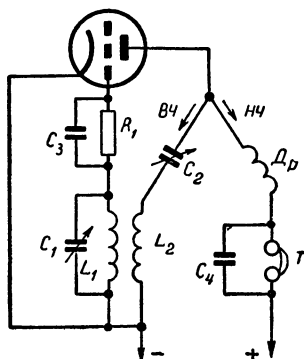

Рис. 68. Регулировка обратной связи с помощью конденсатора переменной емкости  $C_2$ .
**Л.** — Вот схема (рис. 68), которая заставит анодный ток идти по двум различным дорогам. Одна дорога, обозначенная  $ВЧ$ , идет через конденсатор  $C_2$  малой емкости, который, как известно, не пропустит ни постоянный ток, ни переменную составляющую низкой частоты. Зато составляющая высокой частоты более или менее легко в зависимости от величины емкости  $C_2$  пройдет через конденсатор и по праву целиком займет эту дорогу.